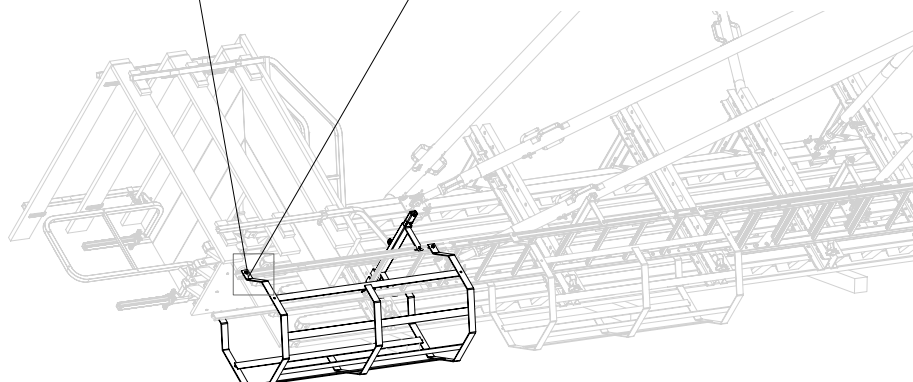

Fig. D3.07
6. Fissare la protezione posteriore 75/150 come da progetto con le piastre di bloccaggio. A seconda della situazione, fissare "attraverso i giunti della scala". (Fig. D3.07)